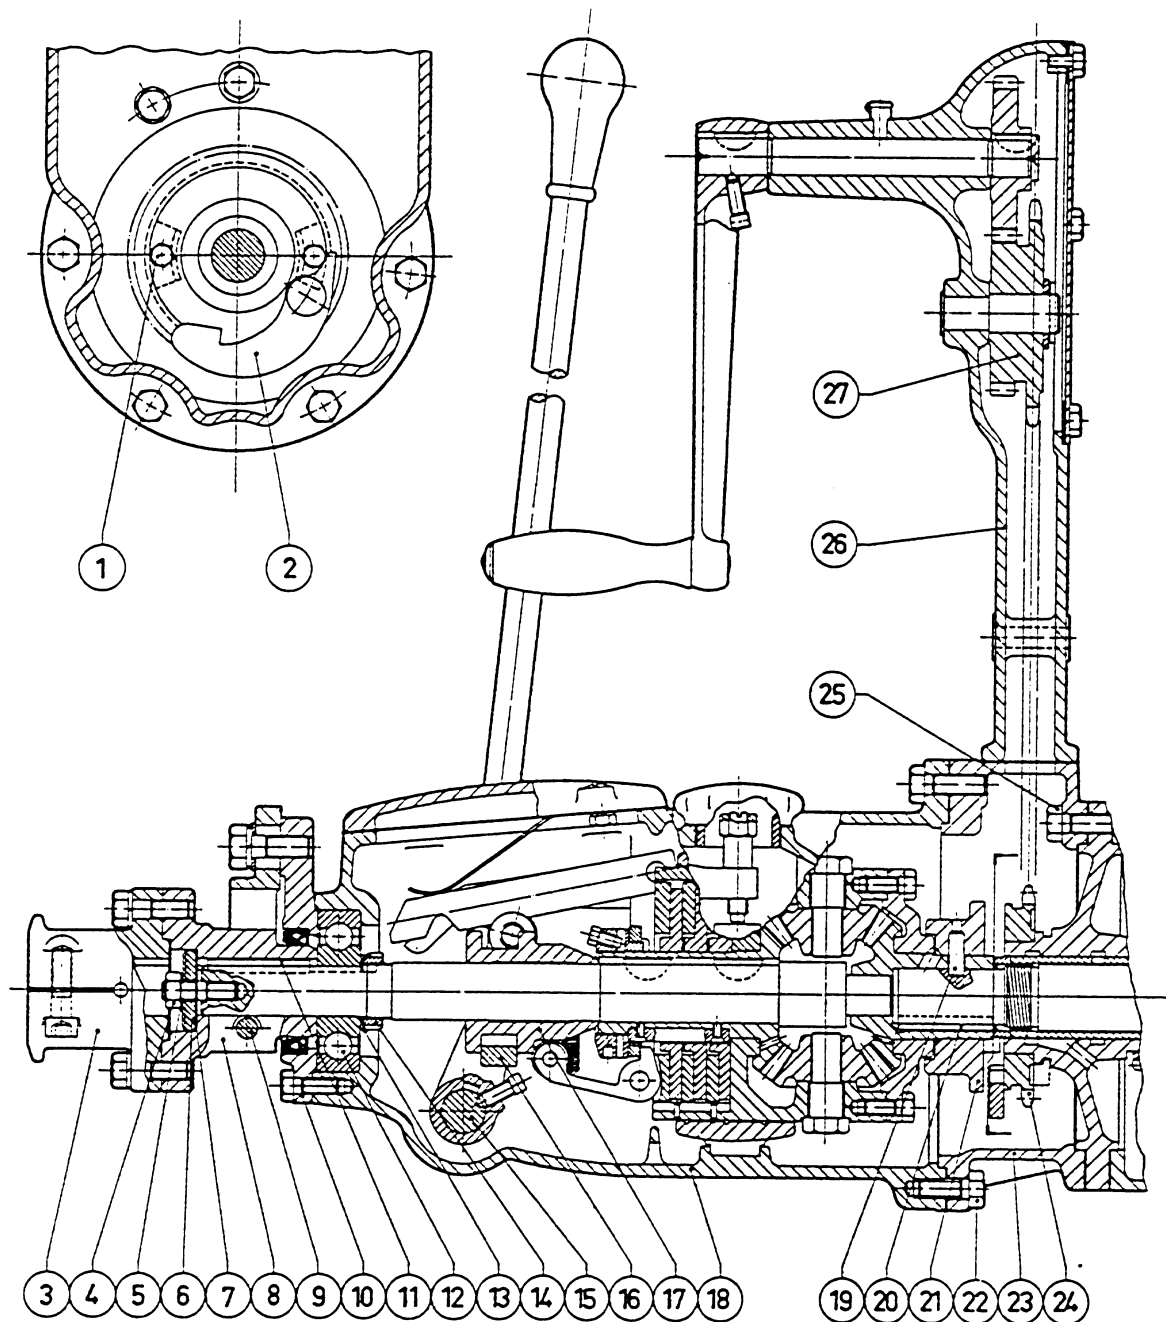

Bild 12. Backslag och kedjestart i genomskärning.
- 2 Lossa kopplingshalvan 3 (bild 12) i samband med demontering av propelleraxeln.
- 1 Lossa skruvarna 25 (4 st) (bild 12) som håller mellandelen 23. Mellandelen 23 med stativet 26 kan nu lossas från cy-linderblocket samtidigt som man lossar kedjan från kedje-hjulet 24.
- 1 Montera kedjehjulet 24 (bild 12) komplett med spärrhaken 2. Kedjehjulet 24 vrids så att spärrhaken 2 kommer i sitt ned-re läge och så att en linje genom de båda skruvarna 1 blir vågrät. (Det läge som visas på bild 12.)
- 3 För på plats mellandelen 23 och stativet 26 hopmonterade och med kedjan monterad på övre kedjehjulet 27, samtidigt som kedjan monteras på nedre kedjehjulet 24. Startveven skall vid monteringen hänga lodrätt (som på bild 12).
- 4 Montera skruvarna 25 (4 st). Obs! Den korta skruven (syn-lig på bild 12) skall monteras överst innanför mellandelen.
- 1 Montera kilen 20 (bild 12) och för växelhuset och klämhyl-san 21 på plats. Växelhuset låses därefter med klämhylsan 21. Se härvid till att dubben 19 passas i hålet på axeln (vid motor utan kedjestart kan mellandelen 23 monteras ef-ter att växelhuset och klämhylsan 21 har monterats). Obs! Om mellandelen 23 har demonterats på motor utan kedjestart, se då till vid återmonteringen att den korta skruven 25 monteras överst.